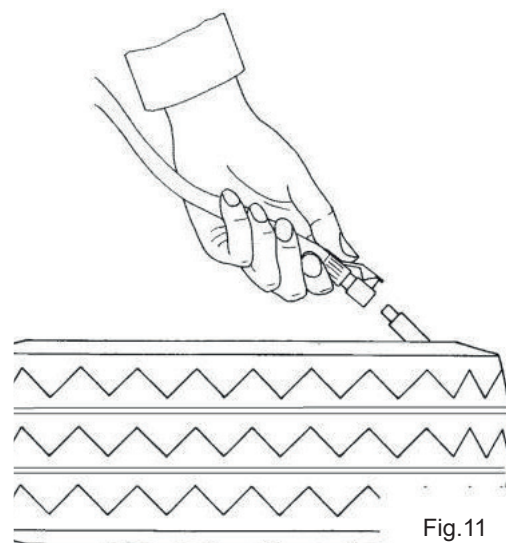

Fig.11
- Brancher le manomètre à la valve du pneu (Fig.11).